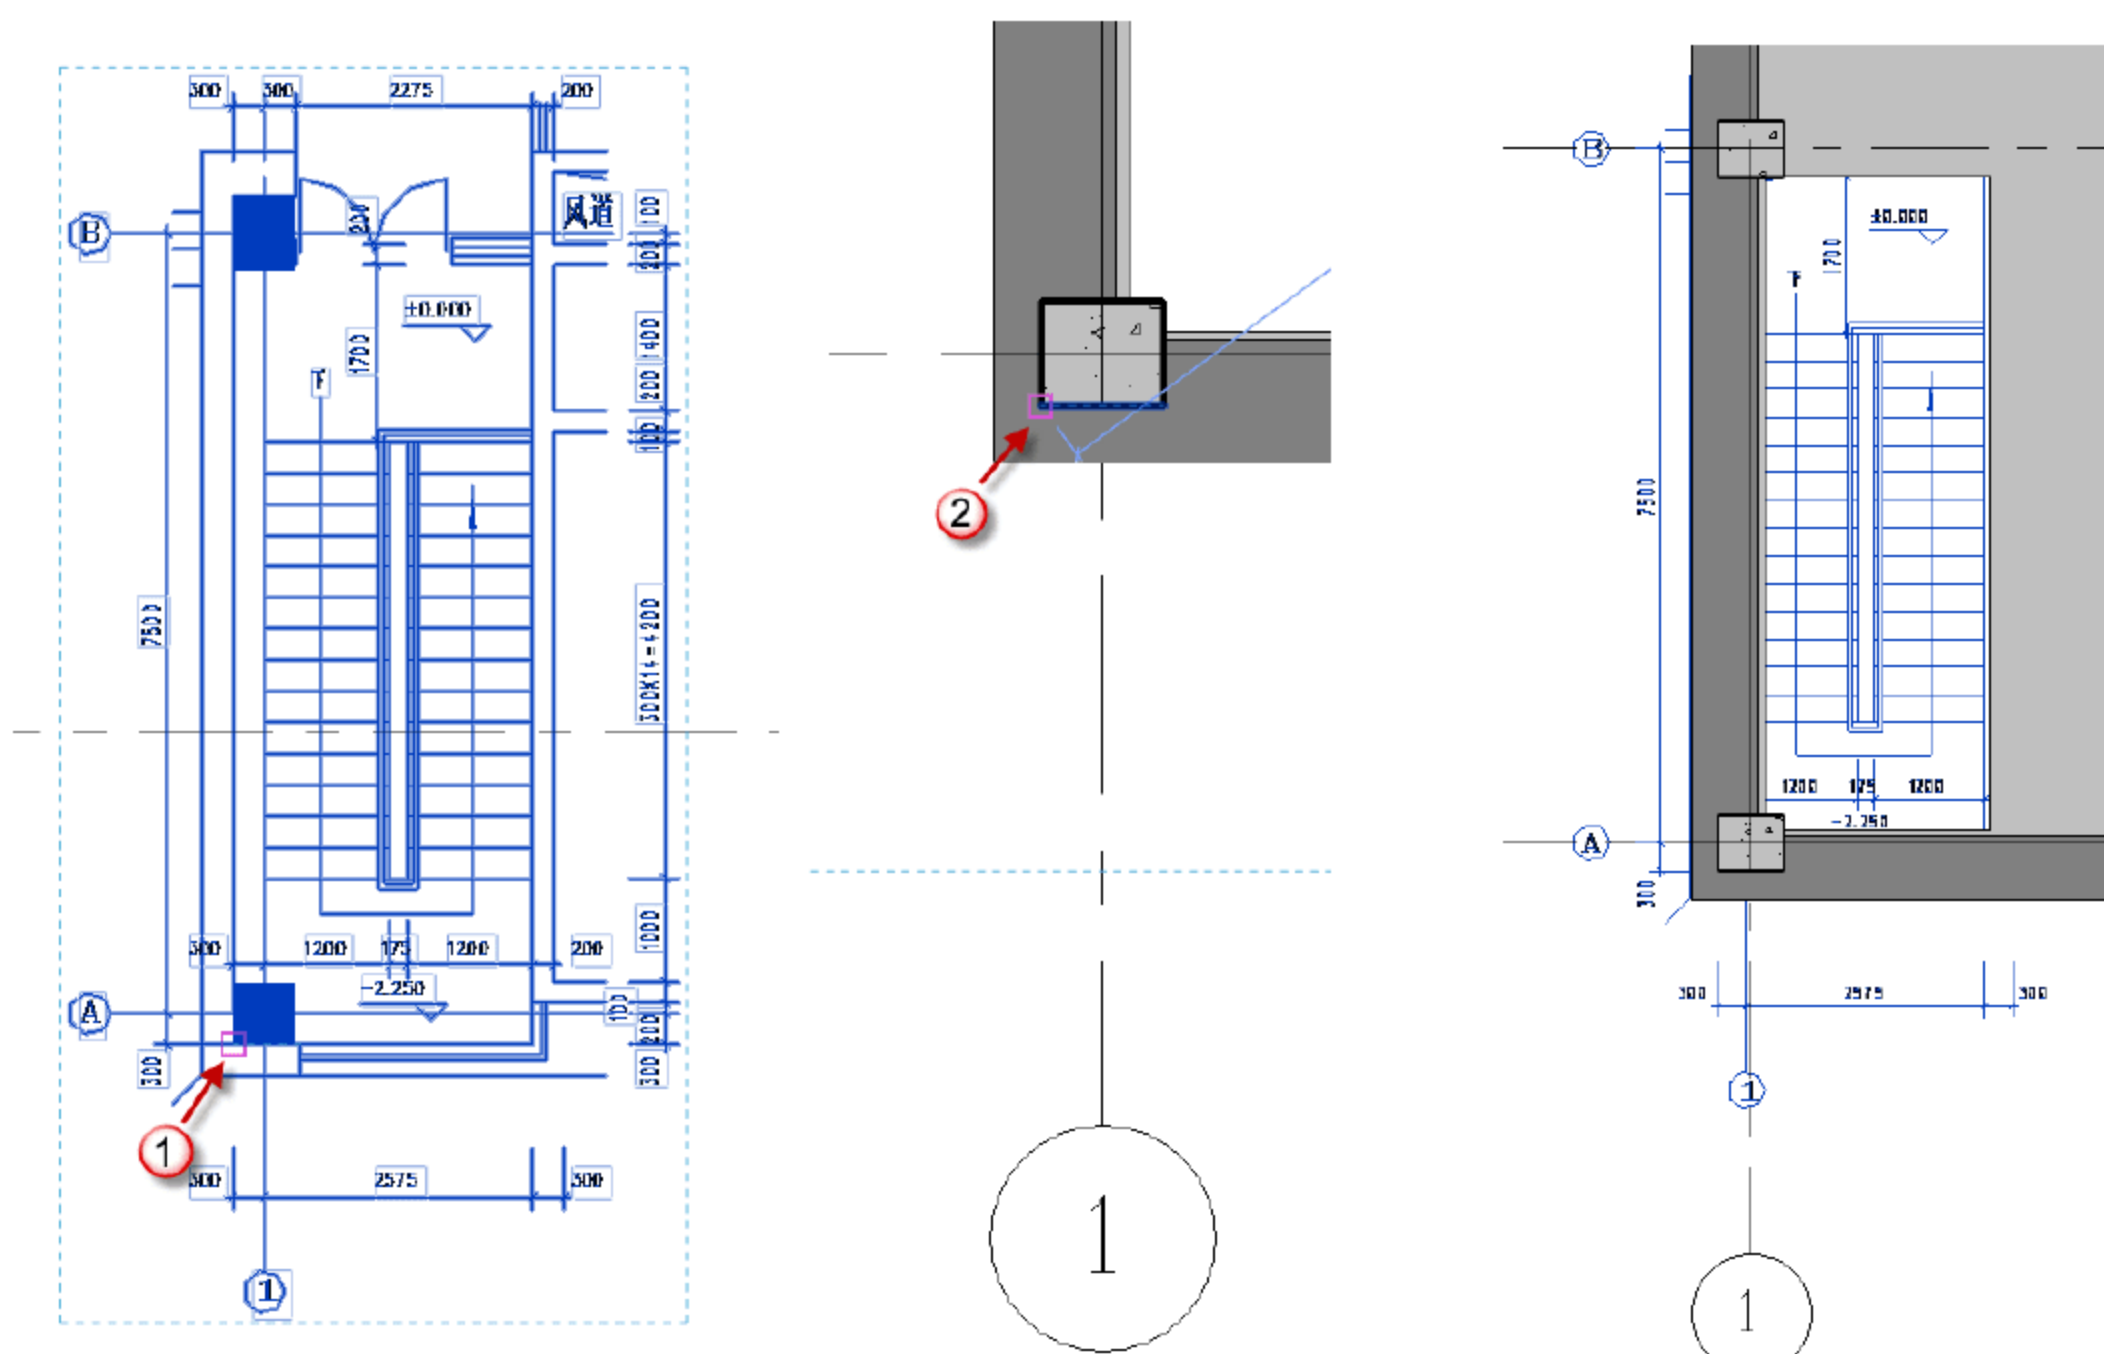

图 11.2.5 捕捉 CAD 图的端点 图 11.2.6 对齐原结构端点 图 11.2.7 CAD 图成功对齐放入后的效果图
(5) 对齐 CAD 图。选择导入的 CAD 图，按快捷键 M+V，移动光标捕捉 CAD 图中 1 轴与 A 轴交汇处柱的一个端点，如图 11.2.5 所示。放大视图后捕捉实际楼梯位置，移动到端点对齐后，放置 CAD 图，如图 11.2.6 所示。CAD 图与原结构对齐并且放入成功后，效果如图 11.2.7 所示。